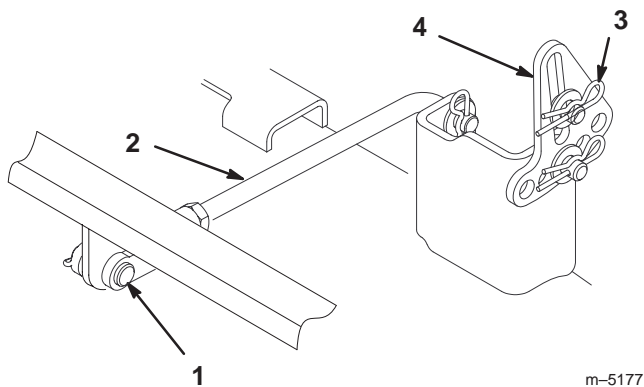

Figure 46
4. Retirez la goupille fendue et l'axe de chape de la tige du tourillon arrière (Fig. 46) de chaque côté du plateau de coupe.
5. Enlevez la goupille fendue et la rondelle des pattes de mise à niveau (Fig. 46) de chaque côté du plateau de coupe. Notez le trou de montage de la patte de mise à niveau en prévision de la repose. Dégagez les pattes de l'axe de montage.
4. Fixez le tourillon arrière à la machine à l'aide de l'axe de chape et de la goupille fendue (Fig. 46) de chaque côté du plateau de coupe.
5. Glissez les pattes de mise à niveau sur les axes de montage et fixez-les à l'aide des rondelles et des goupilles fendues (Fig. 46).